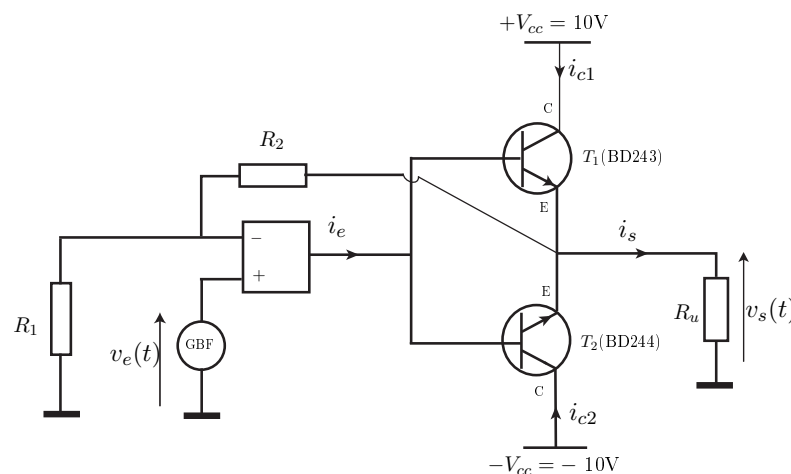

FIGURE 10.2 – Montage amplificateur Push-Pull sans distorsion de croisement
- ☞ Réaliser le montage de la figure 10.2 avec : $R_1 = 10 \text{ k}\Omega$; $R_2 = 100 \text{ k}\Omega$; $v_e(t)$ est une tension sinusoïdale de fréquence 1 kHz et d'amplitude 0,5 V.